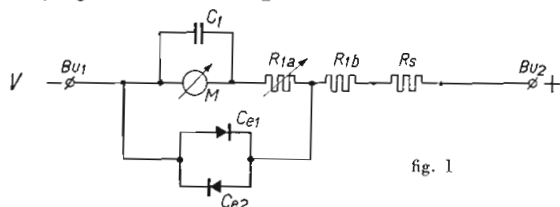
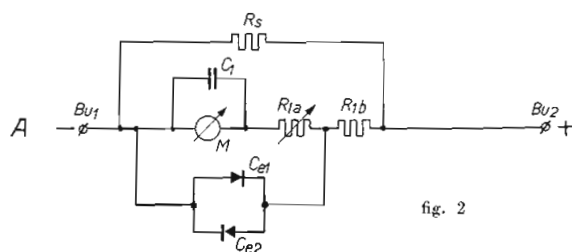

fig. 1
fig. 2
Tijdens het meten kan het voorkomen, dat men per vergissing het meetinstrument aansluit op een stroom of spanning, die hoger is dan het meetbereik waarop de meter staat ingesteld. Als voorzorg tegen kortstondige overbelasting is daarom in de universeelmeter P 811.00 een beveiliging aangebracht bestaande uit 2 seledioden, Ce 1 en Ce 2, die over het draaispoelinstrument (M) zijn geschakeld, zie fig. 1. Zoals bekend is de weer-
stand in de doorlaatrichting van een dergelijke diode afhankelijk van de aangelegde spanning. Over de meter en de daarmee in serie staande weerstand R 1a staat bij voluitslag van de meter een spanning van 0,2 V. Onder deze omstandigheden is de invloed van de parallel staande dioden nog vrij gering. Neemt als gevolg van een overbelasting de spanning toe, dan zal de weerstand van de ene diode sterk afnemen, dus zal in verhouding meer stroom door de diode gaan, dan door het meetinstrument en de weerstand R 1a. De tweede parallel geschakelde diode is omgekeerd verbonden en neemt de beveiliging over indien plus en min abusievelijk zijn verwisseld. Van groot belang is voorts, dat de hier gebruikte schakeling op alle meetbereiken zonder enige traagheid, zijn beveiligende werking verricht. Teneinde in het geval van overbelasting de stromen door de beveiligingsdiode automatisch te begrenzen, is bij gelijkspannings- en gelijkstroommetingen in serie nog de weerstand R 1b opgenomen, zie fig. 1 en 2. Over M, R 1a
beveiliging was aangebracht n.l. 0,5 V, bij voluitslag. Voor spanningsmetingen is dit van geen betekenis, zie fig. 1, aangezien dan nog meer weerstand (R_s) in serie wordt geschakeld. Bij gelijkstroommetingen daarentegen (fig. 2) moet er rekening mee worden gehouden, dat in de meter 0,5 V spanningsverlies ontstaat bij voluitslag, dus de spanning van de stroombron met een 0,5 V verlaagd moet worden gedacht.